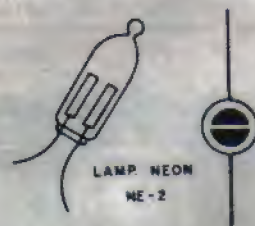

Fig. 2
- FIG. 2 - Aparência e símbolo da lâmpada Neon. Como é um componente não muito utilizado nas montagens de APE (e que não tem a sua "ficha" no TABELAO...), os dados "visuais" e